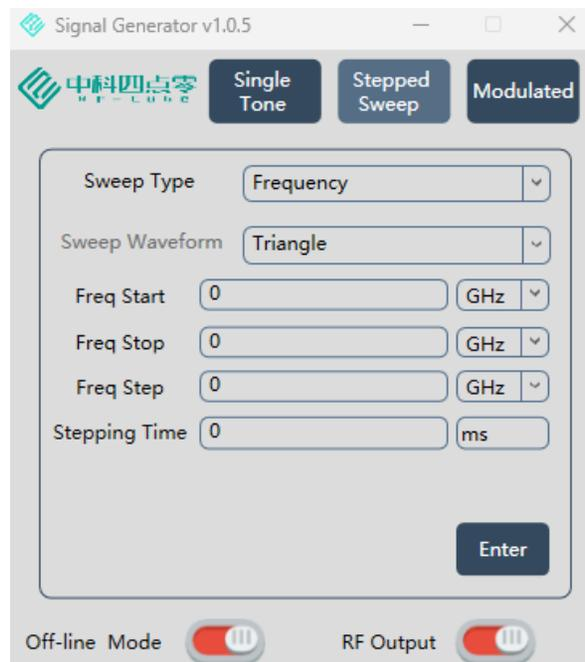

图8. 频率步进扫描界面图
在功能选择区①选中 Stepped Sweep 功能键，进入参数设置界面；如图 8 所示：
当 Sweep Type 右侧下拉菜单选择 Frequency 时，Sweep Waveform 默认为 Triangle（如图 8 所示）。